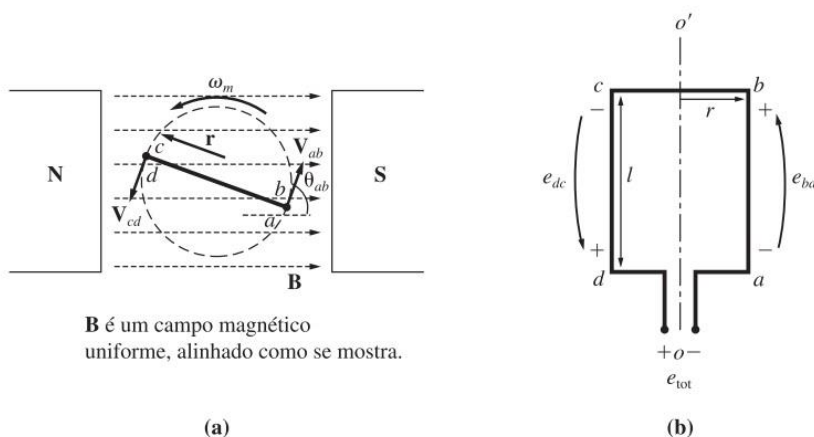

FIGURA 3-1
3.1 A bobina de espira simples que está girando no campo magnético uniforme mostrado na Figura 3-1 tem as seguintes características: